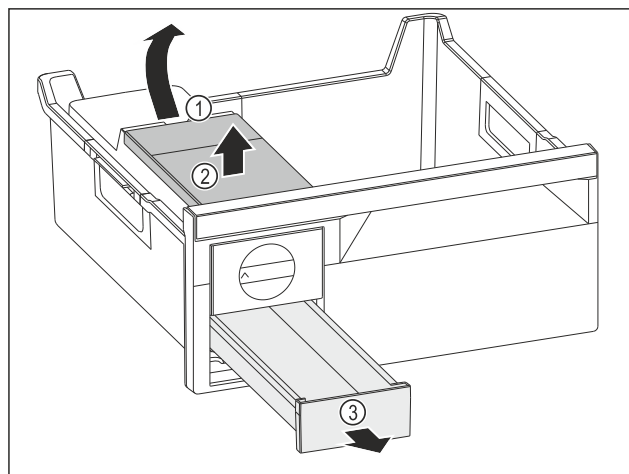

Fig. 182
- Scoaterea rezervorului de apă: Ridicați rezervorul de apă de la degajare Fig. 182 (1).
- Scoateți rezervorul de apă Fig. 182 (2) în sus.
- ▶ Scoateți sertarul pentru cuburi de gheață Fig. 182 (3) spre înainte.